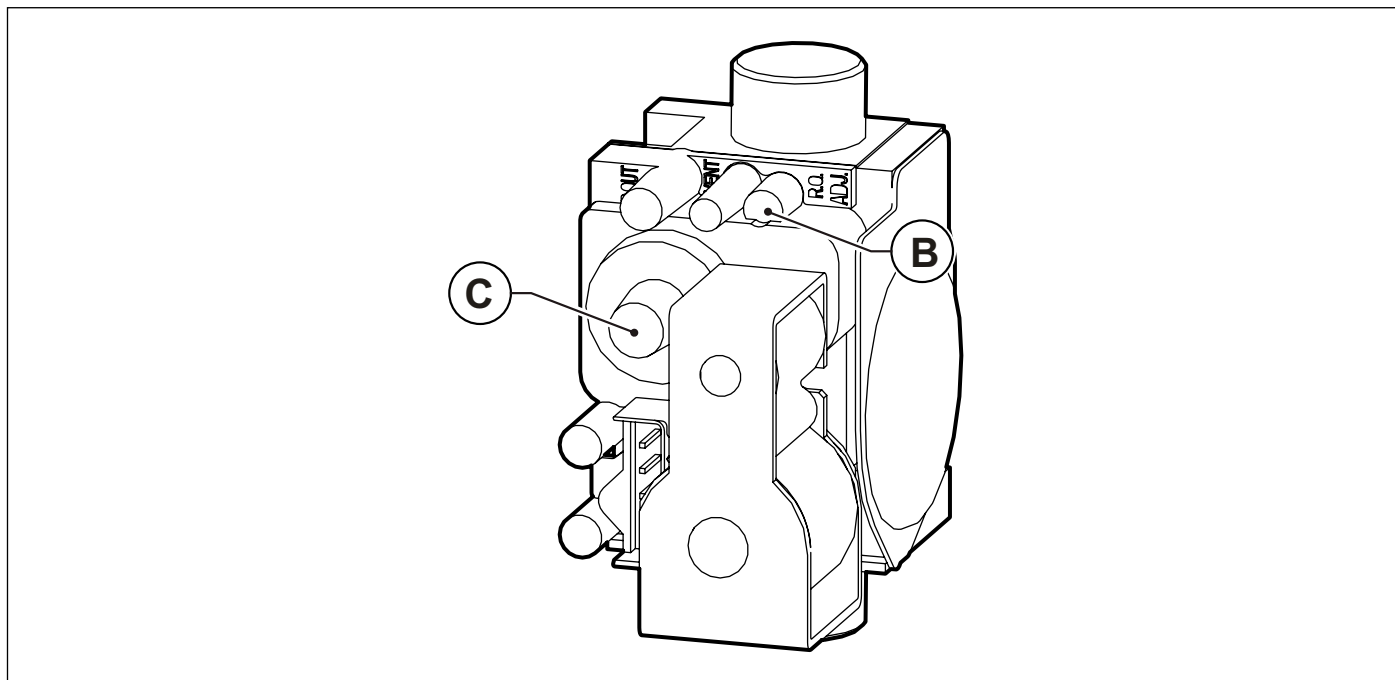

Fig. 46 Regolazione valore anidride carbonica
- Regolare il valore dell'anidride carbonica (CO₂) nei fumi ruotando il regolatore di rapporto **B** (vedi Fig. 46 Regolazione valore anidride carbonica) e assicurarsi che rientri nei limiti della Tab. 31 Valori di CO₂ nei fumi. Lasciare la caldaia in modalità spazzacamino e portarsi al passo successivo di regolazione alla potenza minima.
- Regolare il valore dell'anidride carbonica (CO₂) nei fumi ruotando il regolatore di offset **C** (vedi Fig. 46 Regolazione valore anidride carbonica) e assicurarsi che rientri nei limiti della Tab. 31 Valori di CO₂ nei fumi.